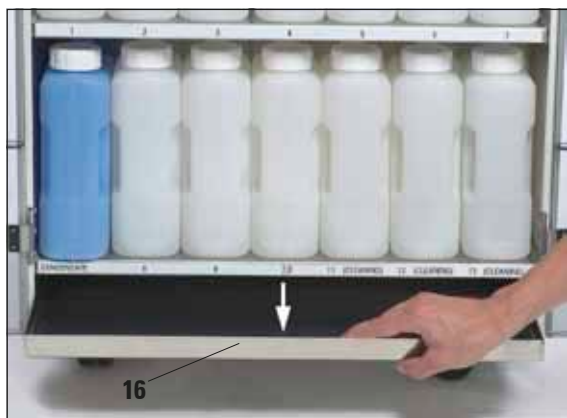

Fig. 82
Il convient de vérifier régulièrement que le bac collecteur (16) ne présente aucun signe d'écoulement de produit chimique (Fig. 82).